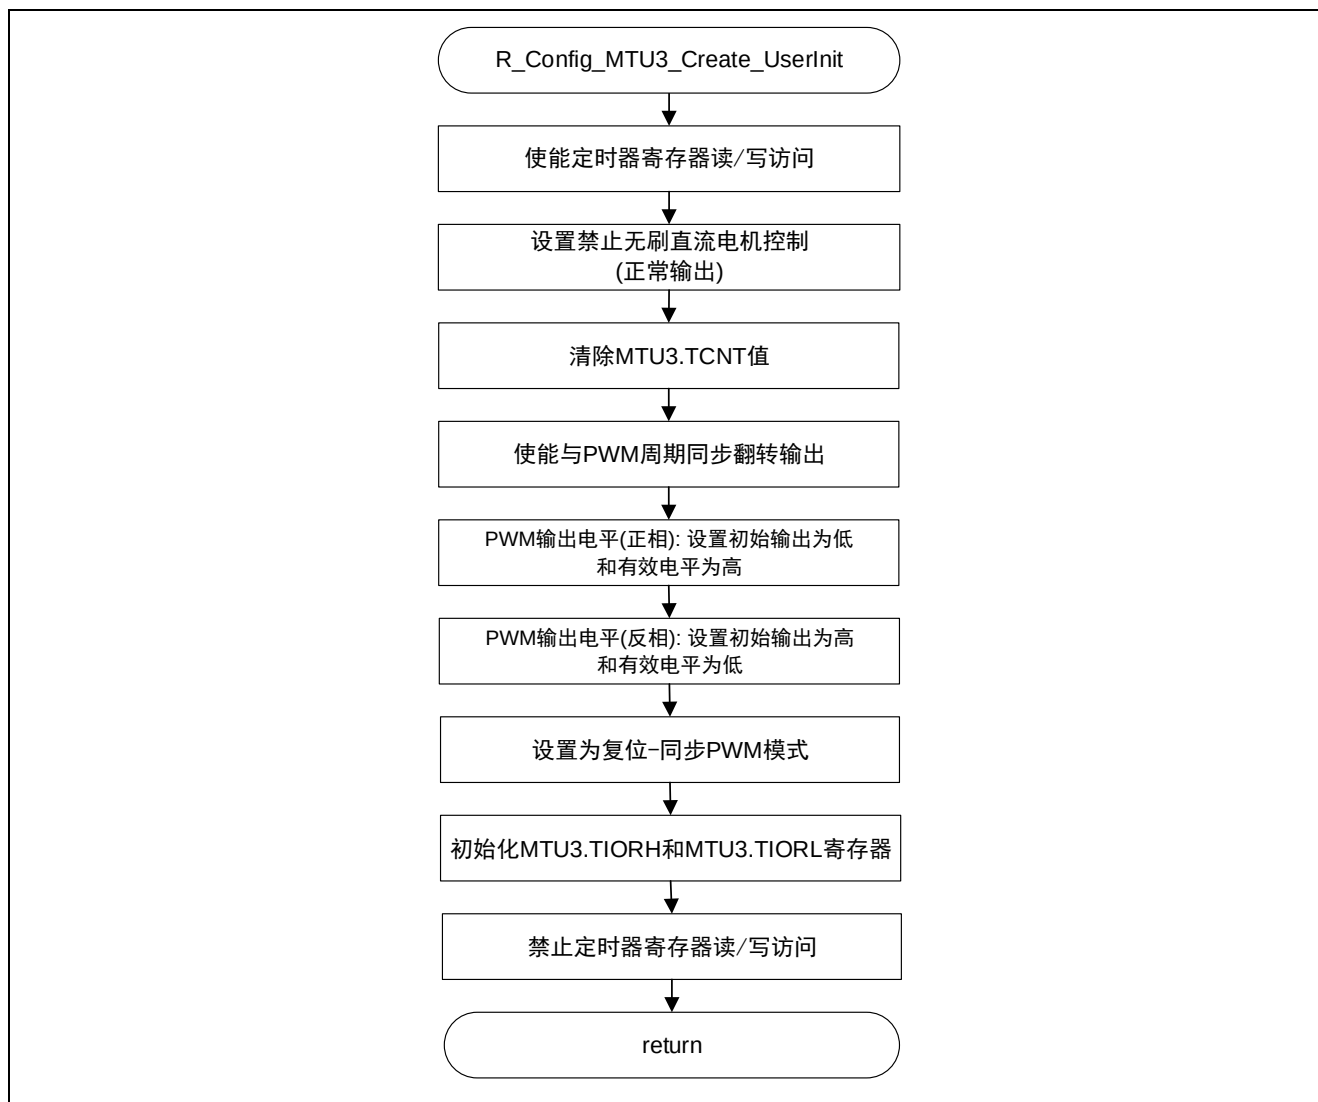

图 3.50 MTU3 用户初始化函数
注：使用正常模式定时器组件生成代码后，在 MTU3 用户初始化函数 R_Config_MTU3_Create_UserInit 中设置复位同步 PWM 模式。有关寄存器设置的详细信息，请参考图 3.50。
- 注 1: 使用正常模式定时器组件生成的代码输出 TIOR 寄存器设置。复位同步 PWM 模式的 PWM 输出电平在 TOCR1A 寄存器中设置, 而不是在 TIOR 寄存器中设置。因此, 不需要初始化 TIOR 寄存器, 并分别在用户初始化函数 `R_Config_MTU3_Create_UserInit` 和 `R_Config_MTU4_Create_UserInit` 中设置 TOCR1A 寄存器。有关 `R_Config_MTU3_Create_UserInit` 函数的详细信息, 请参考图 3.50, 有关 `R_Config_MTU4_Create_UserInit` 函数的详细信息, 请参考图 3.51。
在此示例代码中，对于使用正常模式定时器组件生成的代码，必须在 MTU3 用户初始化函数 `R_Config_MTU3_Create_UserInit` 中将定时器模式设置改变为复位同步 PWM 模式。有关 `R_Config_MTU3_Create_UserInit` 函数的详细信息，请参考图 3.50。